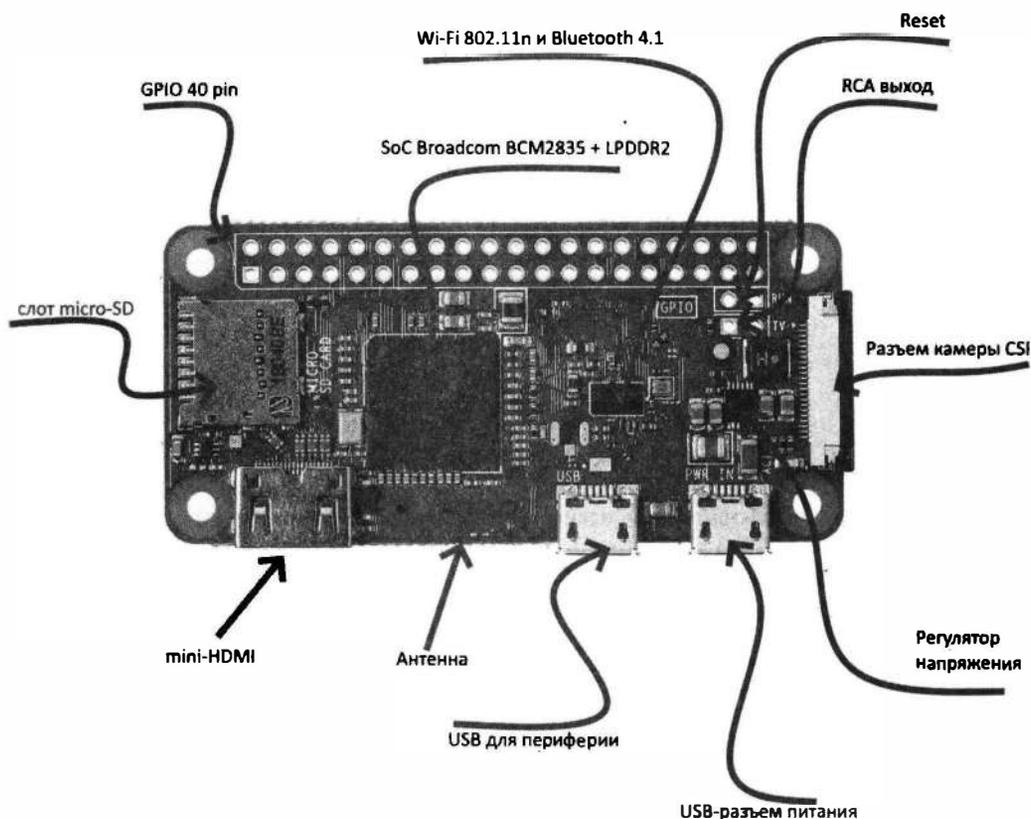

Рис. 2.23. Микрокомпьютер Raspberry Pi Zero W
Raspberry Pi Zero W — вторая модель миниатюрного одноплатного компьютера линейки Raspberry Pi. По сравнению с Raspberry Pi Zero Version 1.3, Zero W (Wireless) не претерпел других изменений, кроме добавления чипа беспроводной связи Cypress CYW43438, поддерживающего сети Wi-Fi стандарта 802.11n и Bluetooth 4.1 (Bluetooth Classic и LE), при этом антенна является частью макетной платы. Этот чип используется и на Raspberry Pi 3 Model B. Другие характеристики Raspberry Pi Zero W остались без изменений: SoC, ОЗУ, разъем mini-HDMI, слот для microSD, два разъема micro-USB (один для питания, второй для подключения периферийных устройств USB), интерфейс CSI (Camera Serial Interface) для подключения камеры по интерфейсу MIPI, а также три нераспаенных разъема: 40-контактный разъем расширенного ввода/вывода (GPIO), композитный видеовыход (TV) и разъем (RUN) для сброса (рис. 2.23). Все электронные компоненты распаяны на верхней